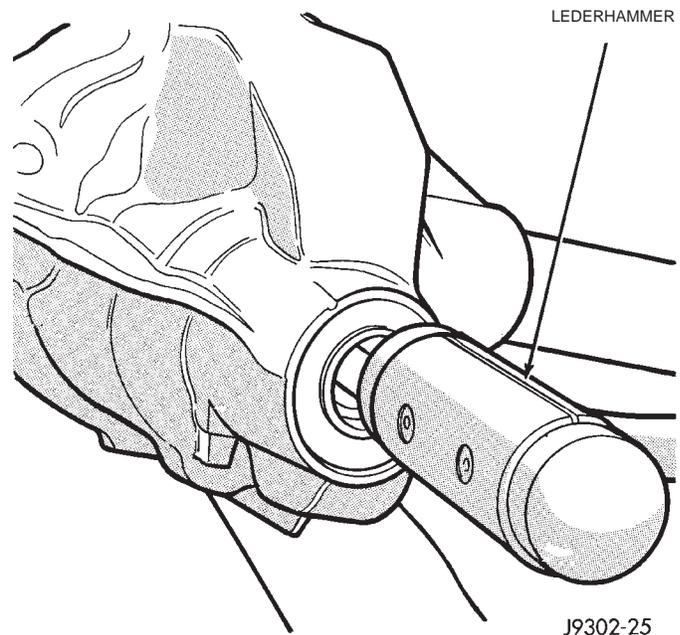

Abb. 12 Antriebskegelrad ausbauen
- (11) Das Antriebskegelrad mit einem Leder- oder Kunststoffhammer (Abb. 12) aus dem Differentialgehäuse schlagen und mit der Hand auffangen, damit es nicht beschädigt wird.
- (12) Quetschring von der Welle abbauen.